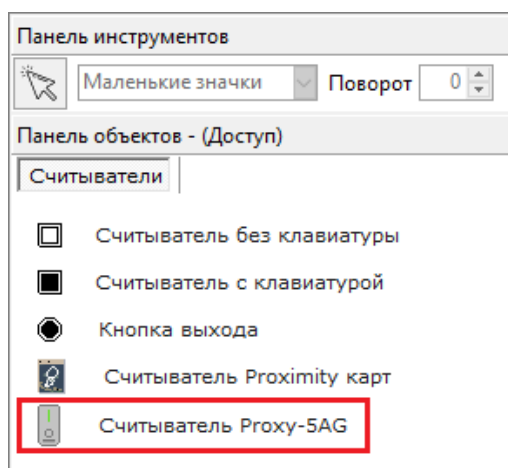

Рисунок 6-509 Добавленная кнопка на панели объектов - Доступ
- созданная кнопка пользовательского вида пиктограмм появится на соответствующей панели визуализации объектов (см. Рисунок 6-509);